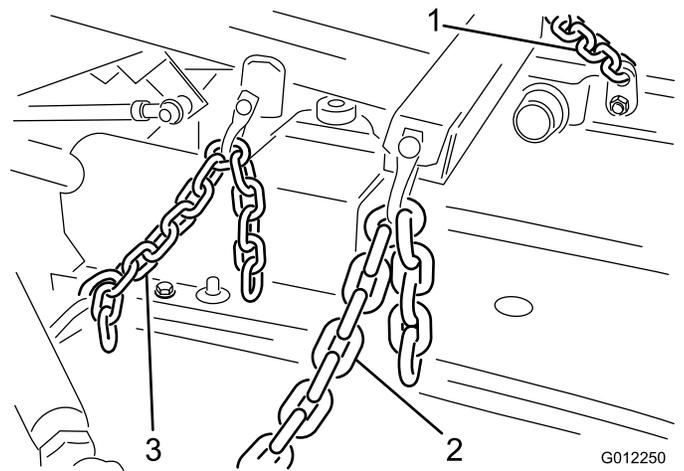

Figura 12
1. Collegate le catene di sollevamento alle staffe della catena dell'apparato di taglio e del braccio di sollevamento con 6 grilli, perni dei grilli (3/8 x 1-1/2 poll.) e coppie (1/8 x 3/4 poll.) (Figura 12). Regolate la lunghezza della catena in modo che entrambi risultino tesi al sollevamento del braccio.
2. Collegate le estremità della molla di tensione tra il quarto anello della catena posteriore e l'occhio della coppia che blocca il perno del cilindro in posizione (Figura 12). Regolate la lunghezza della catena in modo che le ruote orientabili posteriori siano sollevate da terra in posizione di trasporto.